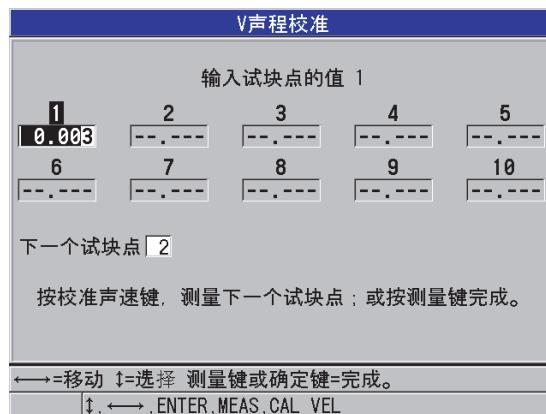

图 12-5 编辑 V 声程校准点 1 的值
9. 在 **V 声程校准** 屏幕中，编辑点 1 的值，使其与已知厚度相匹配（参见第 222 页的图 12-5）。